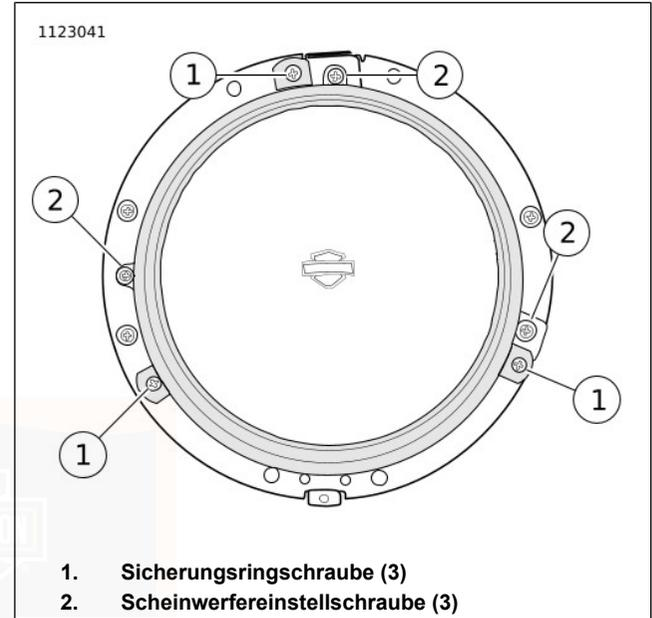

Abbildung 97. Scheinwerfer-Sicherungsring
3. Siehe Abbildung 97 >. Die Schrauben (1) entfernen, mit denen der Sicherungsring befestigt ist.
2. Siehe Abbildung 97 >. Scheinwerferbaugruppe mit Sicherungsring und Schrauben (1) befestigen. Festziehen.